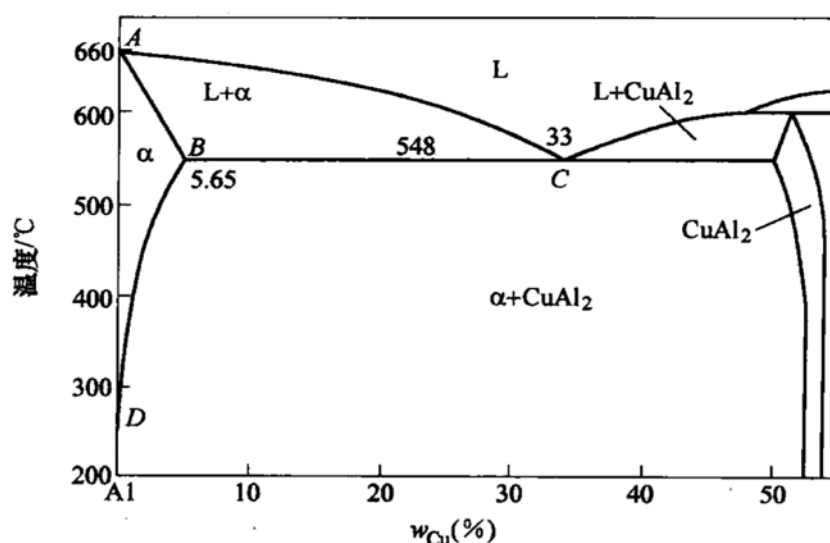

图 20-1 第三题第 4 小题图
4. Al-Cu 合金相图如图 20-1 所示，设分配系数  $k$  和液相线斜率均为常数，测得铸铁的凝固速度  $R = 3 \times 10^{-4} \text{ cm/s}$ ，温度梯度  $G = 30^\circ\text{C/cm}$ ，求扩散系数  $D = 3 \times 10^{-5} \text{ cm}^2/\text{s}$  时，合金凝固时能保持平面界面的最大含铜量。